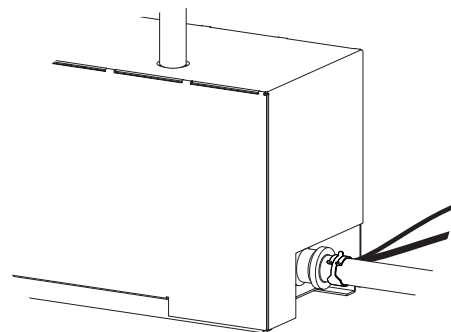

Figure 5
- Placer le boîtier de pompe à condensat sur le dessus de la pompe. Acheminer le cordon électrique et les fils de l'interrupteur de sécurité vers le bas du côté de la pompe afin de ressortir par la même extrémité du boîtier de pompe que le raccord du tuyau de drainage. Le boîtier de pompe reposera jusqu'en bas sur le socle, veiller à ne pas pincer quelque fil que ce soit. **Voir Figure 5.**